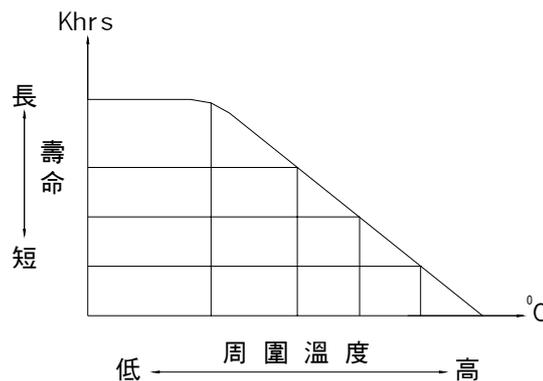

图6.2 环境温度与电源寿命关系图
(1) 高频、高效率的切换，零件的改善以及技术的整合，可以减小S.P.S.的体积，相对的，零件亦更密集。S.P.S.所使用零件的寿命根据环境温度的不同，会有大幅的变化。当电解电容使用在滤波时，它的内部会有化学变化，所以对环境温度的变化非常敏感。
(2) 一般电解电容器当环境温度增加10°C，寿命会减少一半，反过来说，如降低10°C则寿命会增加一倍。图6.2所示为电源环境温度与寿命的关系。假如S.P.S.是使用在高温环境下，电解电容器将会提早进入耗损故障期间，而其它零件还在偶发故障期间，所以如想再继续使用时，需将电解电容器换新。